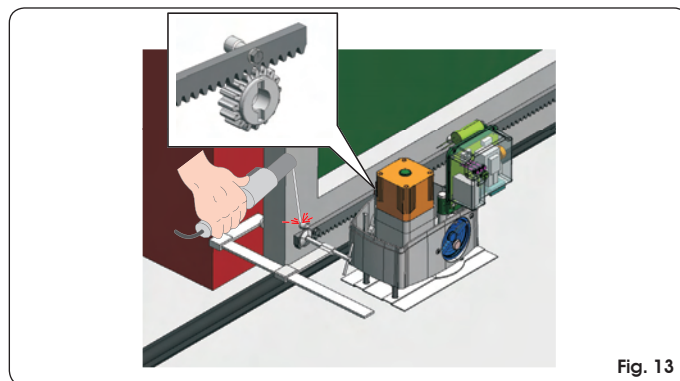
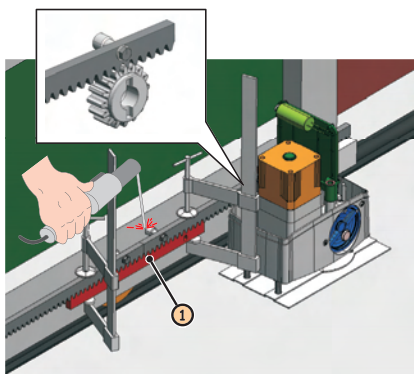

Fig. 13
Fig. 14
- ① Monter les trois cliquets taraudés sur l'élément de la crémaillère en les positionnant dans la partie supérieure de la rainure. Ainsi, le jeu sur la rainure permettra les éventuels réglages dans le temps.
- ② Amener manuellement le vantail en position d'ouverture.
- ③ Poser sur le pignon le premier élément de la crémaillère au niveau correct et souder le cliquet taraudé sur le portail d'après la Fig.13.
- ④ Actionner le portail manuellement, en vérifiant que la crémaillère est posée sur le pignon et souder le deuxième et le troisième cliquet.
- ⑤ Placer un autre élément de la crémaillère à côté du précédent en utilisant un morceau de crémaillère pour mettre en phase la denture des deux éléments d'après la Fig.14 réf. ①.
- ⑥ Actionner le portail manuellement et souder les trois cliquets taraudés en continuant jusqu'à la couverture complète du portail.
- ① Amener manuellement le vantail en position d'ouverture.
- ② Poser sur le pignon le premier élément de la crémaillère en positionnant l'entretoise entre la crémaillère et le bord du portail. Contrôler avec un niveau à bulle l'horizontalité de la crémaillère et marquer le trou de perçage avec un crayon-feutre.
- ③ Percer avec un foret de Ø 6,5 mm et tarauder avec un taraud M8. Visser le boulon.
- ④ Actionner le portail manuellement, en vérifiant que la crémaillère est posée sur le pignon et répéter les opérations au point ③.
- ⑤ Placer un autre élément de la crémaillère à côté du précédent en utilisant un morceau de crémaillère pour mettre en phase la denture des deux éléments d'après la Fig. 14 réf. ①.
- ⑥ Actionner le portail manuellement et procéder aux opérations de fixation comme pour le premier élément en continuant jusqu'à la couverture complète du portail.